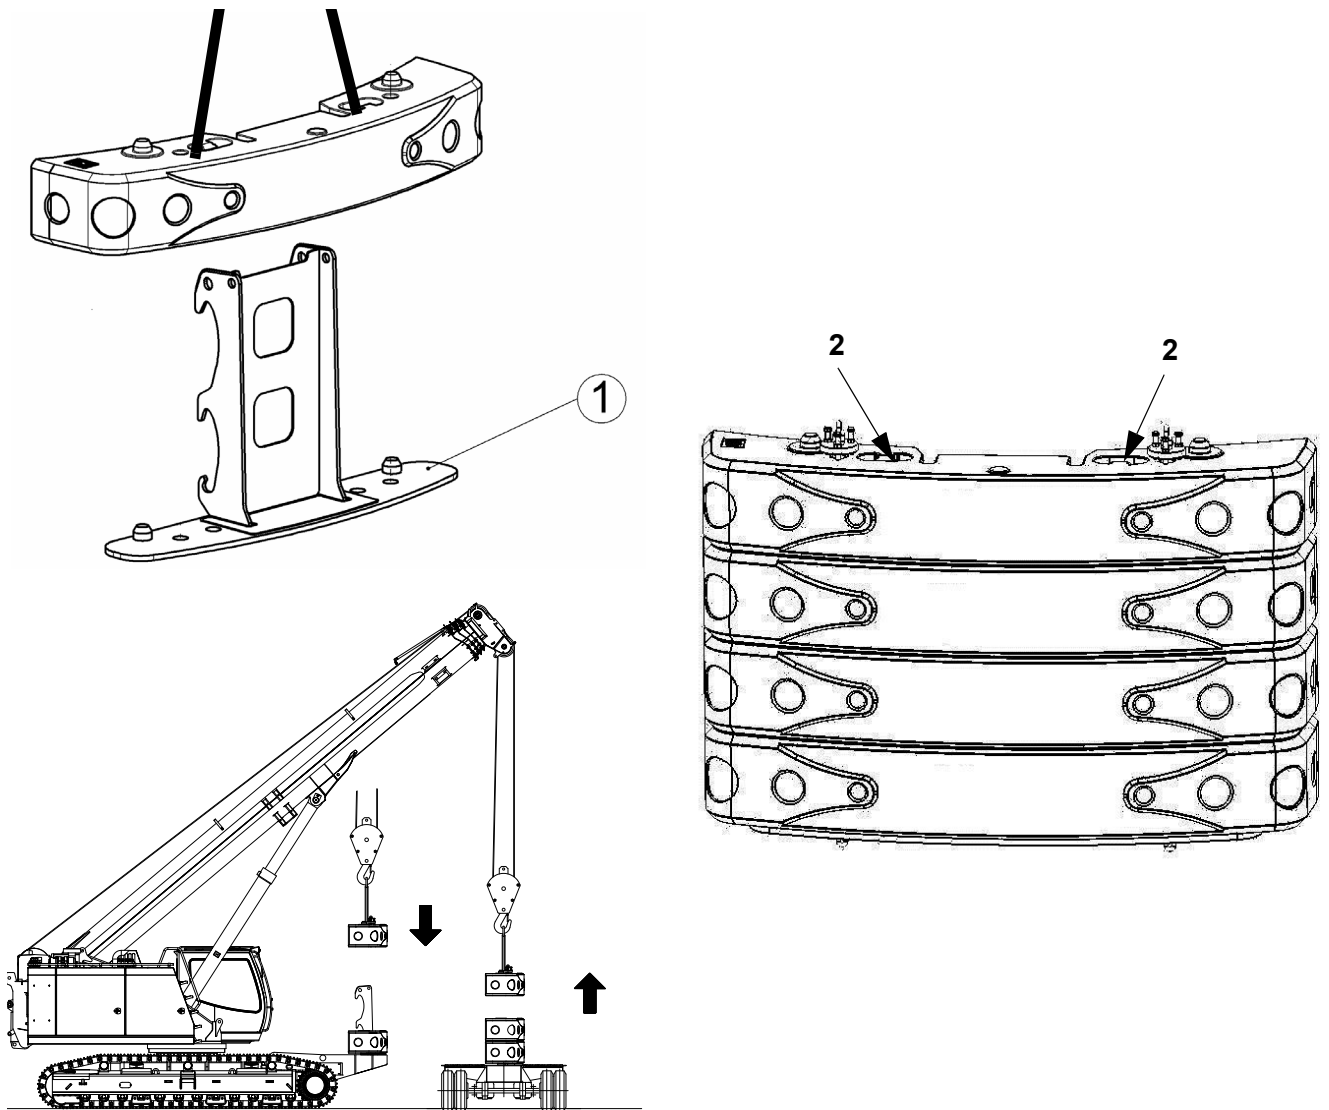

Fig. 131 Conexão do contrapeso
| 2 | Prenda o equipamento de suspensão do tirante direito e esquerdo (2) na Fig. 131 nos blocos do lastro individuais. |
| 5 | Eleve lenta e cuidadosamente o bloco do lastro (1) na Fig. 131 no suporte. Verifique se o bloco do lastro está posicionado no suporte o mais distante possível da máquina. |